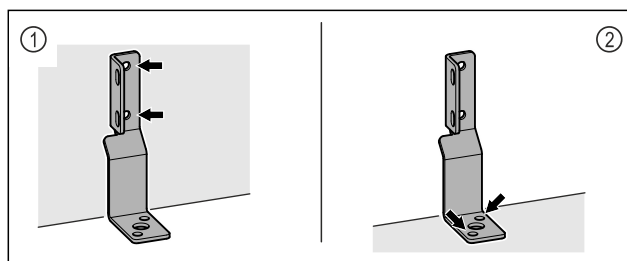

Fig. 6
- ▶ Hoek aan de wand Fig. 6 (1) of vloer Fig. 6 (2) bevestigen.